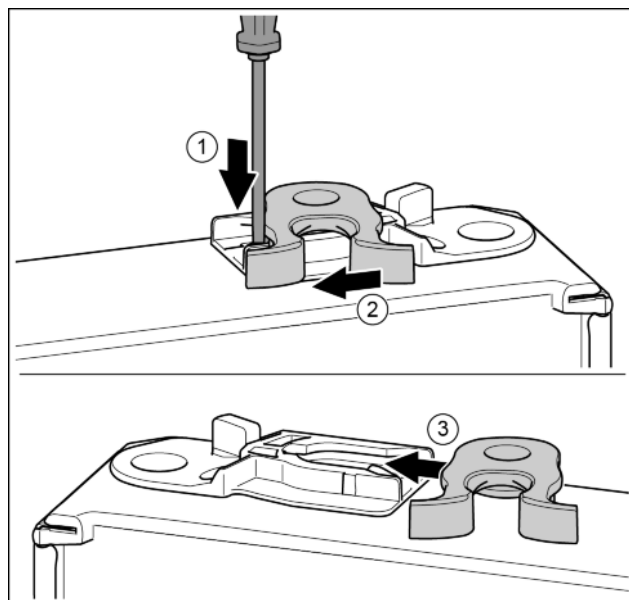

Fig. 15
- ▶ Нажать накладку шлицевой отверткой вниз. Fig. 15 (1)
- ▶ Запорный крючок вывести из направляющей. Fig. 15 (2)
- ▶ Запорный крючок вставить в направляющую с другой стороны. Fig. 15 (3)